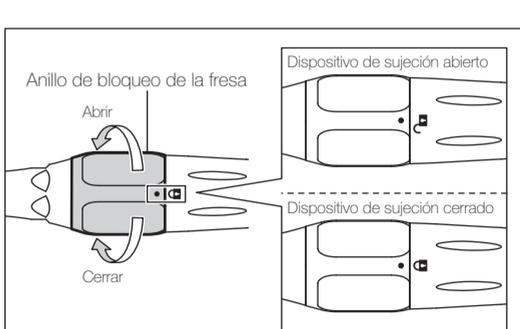

Fig. 2
- 1) Gire el anillo de bloqueo de la fresa hacia la marca "A" hasta que se oiga un chasquido. (Fig. 2)
- 2) Gire el anillo de bloqueo de la fresa hasta la posición ABIERTO. (Fig. 2)